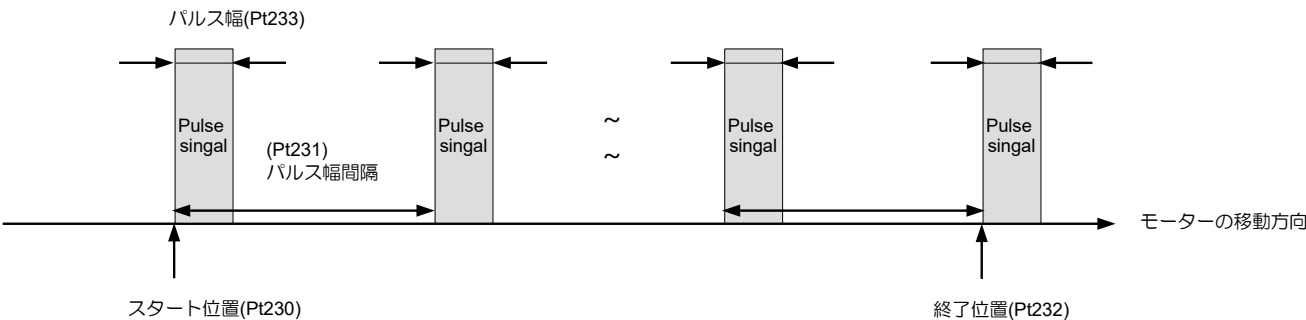

図 8.13.1
E2 シリーズドライバは、位置トリガー (PT) 機能を提供します。この機能は、固定間隔パルストリガー、ランダム間隔パルストリガー、およびランダム間隔トリガーステータスモードをサポートします。パルストリガー出力を例にとると、モーターが設定位置に移動すると、ドライバは同時にパルス信号を出力します。パルス信号の幅と極性は、図 8.13.1 に示すように、ユーザーが定義できます。詳細な仕様と機能の説明については、表 8.13.1 を参照してください。位置トリガー機能は、Thunder ソフトウェア、PDL、または MPI を介して設定できます。位置トリガー デジタル出力 (PT) 信号のハードウェアピンは、CN6 46 および 47 (3.3 V/20 mA) です。ユーザーがこのような電圧レベルをサポートできない場合は、信号をデジタル出力 O1 ~ O5 (24 V) に割り当てることができます。位置トリガー (PT) 機能は、レーザー機器、ラインスキャンカメラ、リソグラフィー機器など、高速かつ高精度の処理のために同時インポジション信号を必要とするアプリケーションで主に使用されます。
モーターが設定された開始位置 (Pt230) に移動すると、ドライバーは同期して最初のパルス信号を出力します。モーターが次のパルス間隔(Pt231)の位置に移動すると、ドライバーは次のパルス信号を出力します。図 8.13.1 に示すように、モーターがエンド位置 (Pt232) を超えるまで、ドライバーは同期してパルス信号を順次出力します。